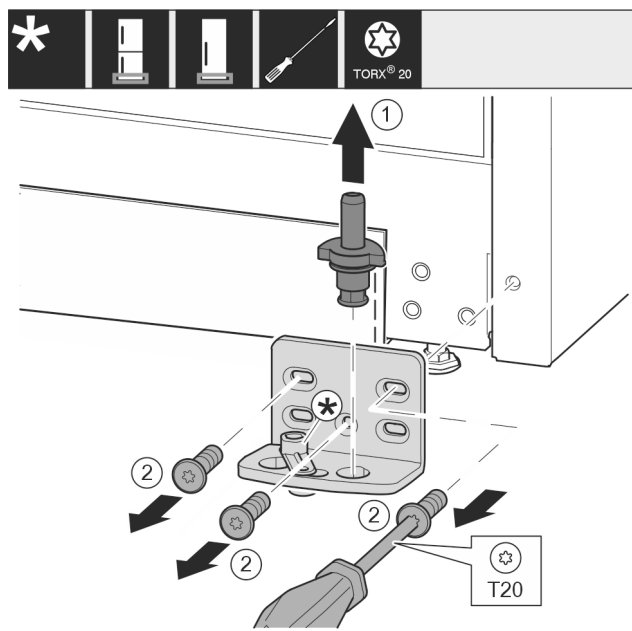

Fig. 12
- Wyjąć kompletny trzpień zawiasu Fig. 12 (1) w górę.
- Wykręcić śruby Fig. 12 (2) śrubokrętem i zdjąć płytkę zawiasu.